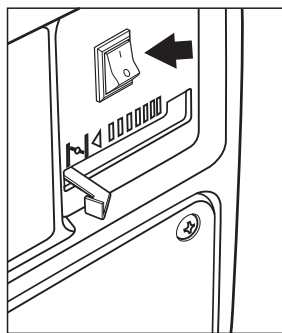

рис. 7
8. Установите кнопку выключателя в положение «ВКЛ» (рис. 7).